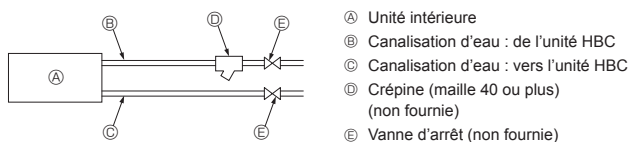

Fig. 4-4
10. Veuillez-vous reporter à la [Fig. 4-4] lors du raccordement de l'alimentation en eau.